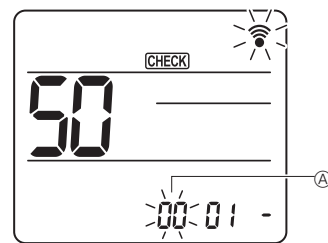
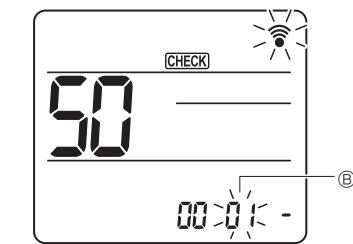

Fig. 6-17
Fig. 6-18
- ② Definir o número da unidade
- Prima o botão [DOWN] para definir o número da unidade ①. (Fig. 6-17)
- ③ Seleccione um modo
- Prima o botão [DOWN] para definir o número do modo ②. (Fig. 6-18)